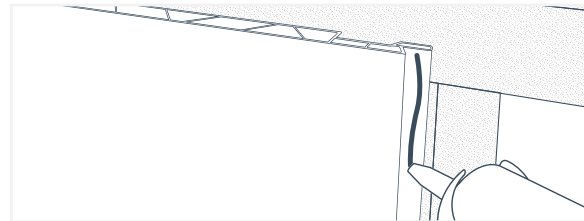
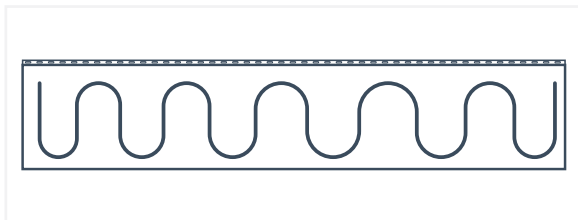

Fig. 45
Fig. 46
8. Luego, aplique una tira de silicona más pequeña, de 1/4" de espesor, directamente sobre la lengüeta del panel adyacente existente (Fig. 45). Si está utilizando un soporte, también se recomienda aplicar silicona en la parte posterior del panel de reemplazo (Fig. 46).